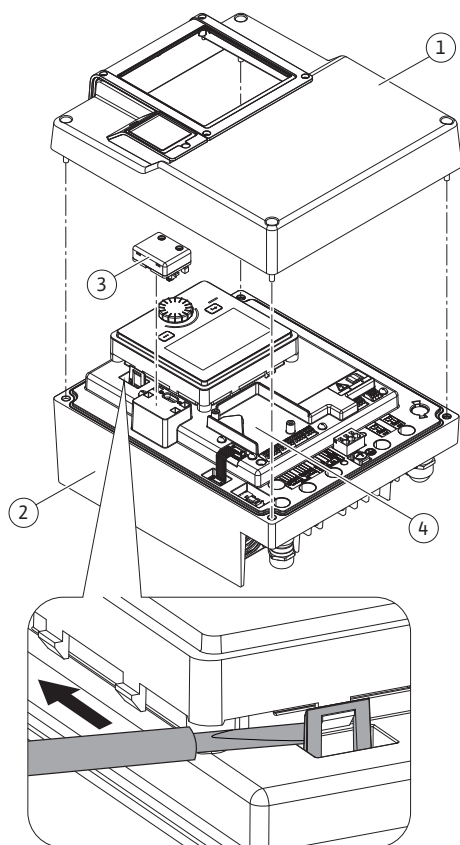
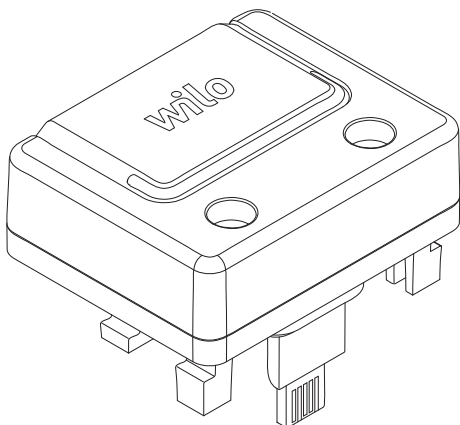

Fig. 26: Elektronický modul
Fig. 27: Modul Wilo-Smart Connect BT
Rozhraní Bluetooth modulu Wilo-Smart Connect BT (Fig. 26, poz. 3 a Fig. 27) slouží pro připojení k mobilním koncovým zařízením, jako je chytrý telefon nebo tablet. Funkce Wilo Smart Connect je k dispozici v aplikaci Wilo asistent. Pomocí funkce Wilo-Smart Connect můžete čerpadlo obsluhovat, seřizovat a načítat údaje z čerpadla. Pro nastavení viz kapitola „Uvedení do provozu“ [► 43].
1. Povolte čtyři šrouby vrchního dílu elektronického modulu (Fig. 26, poz. 1; Fig. I, poz. 2).
3. Modul Wilo-Smart Connect BT zasuňte do připraveného rozhraní Wilo-Connectivity Interface. Viz Fig. 26, poz. 3.
Moduly CIF (příslušenství) slouží pro komunikaci mezi čerpadly a management systémem budovy. Moduly CIF se zasunují do elektronického modulu (Fig. 26, poz. 4)